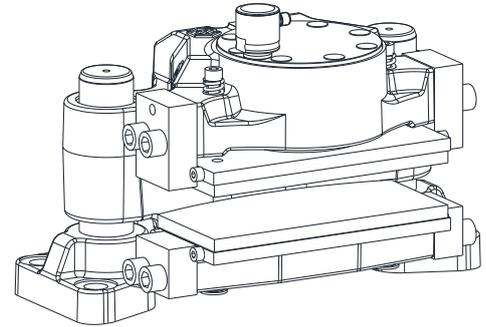

Bild 26: Montage des Zustands-Verschleißsensors
- Schrauben Sie den Sensor (Bauteil 9) in die Bremse zunächst handfest ein (siehe Bild 26).